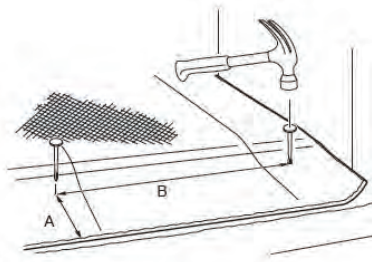

Bild 15: Fästa skyddsöverdraget.
OBS! Avståndet mellan spikexpandern och båsens bakre kant ska vara 160 mm (A i Bild 15).
2. Placera hålen med 400 mm (B i Bild 15) mellanrum.